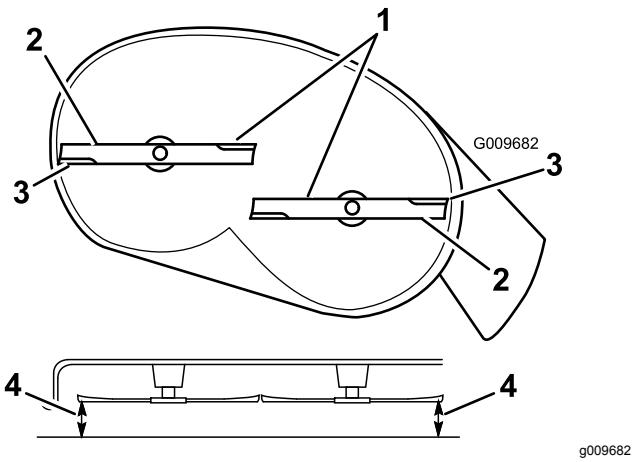
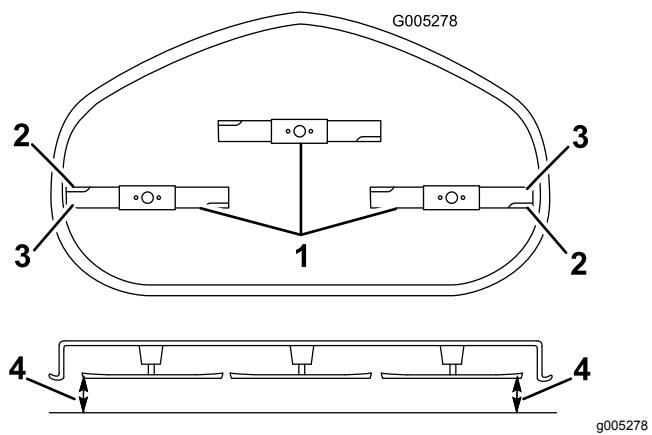

Figura 64
Figura 65
- Gire cuidadosamente las cuchillas hasta que estén todas orientadas lateralmente (Figura 64 y Figura 65).
5. Mida entre los bordes de corte exteriores y la superficie plana (Figura 64 y Figura 65).